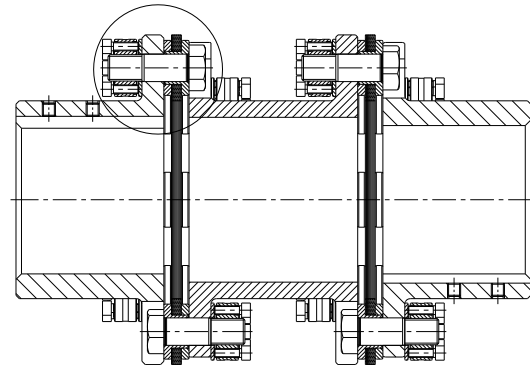

Fig. 28 : Montage des jeux de membranes RADEX®-N - taille 136 à 336 et 138 à 338
- Monter les jeux de membranes et l'entretoise (voir fig. 28). Pour le type NN, un seul jeu de membranes (pas d'entretoise).
- Monter les composants et visser les vis calibrées d'abord manuellement (voir fig. 28). Pour les tailles 156 et 158, utiliser des rondelles d'appui sous la tête de vis.